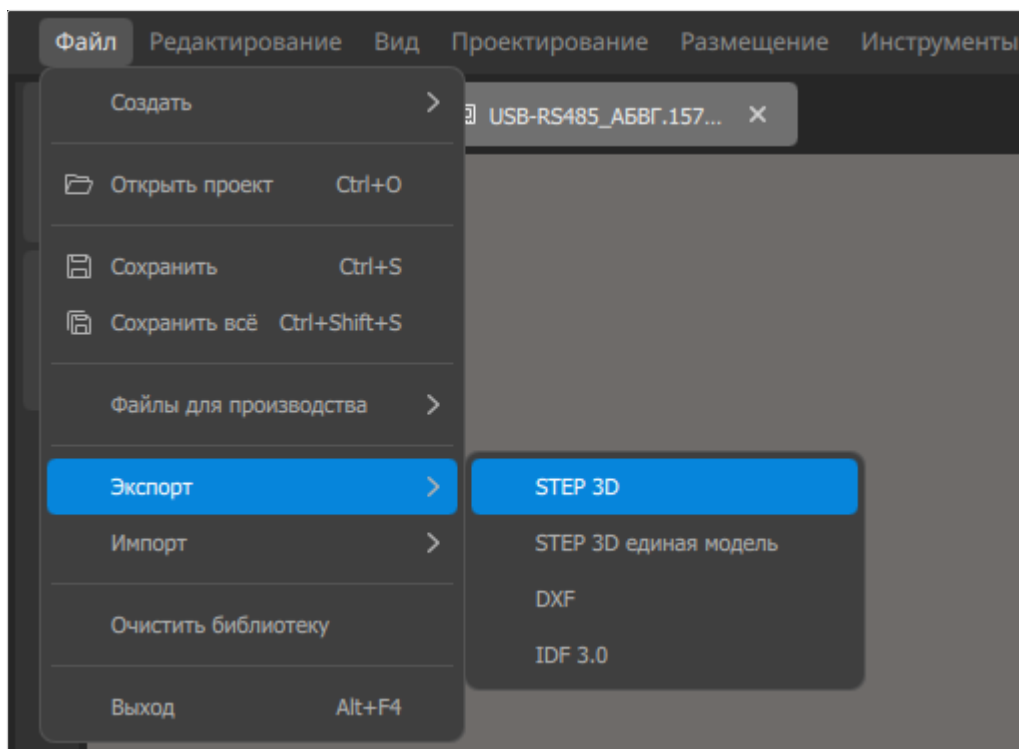

Рисунок 243. Меню «Файл» → «Экспорт»
- 2) Вызвать команду меню «Файл» → «Экспорт» → «STEP 3D» для экспорта модели (см. рисунок 243) как сборочной единицы или «Файл» → «Экспорт» → «STEP 3D единая модель» для экспорта модели как многотельной детали.